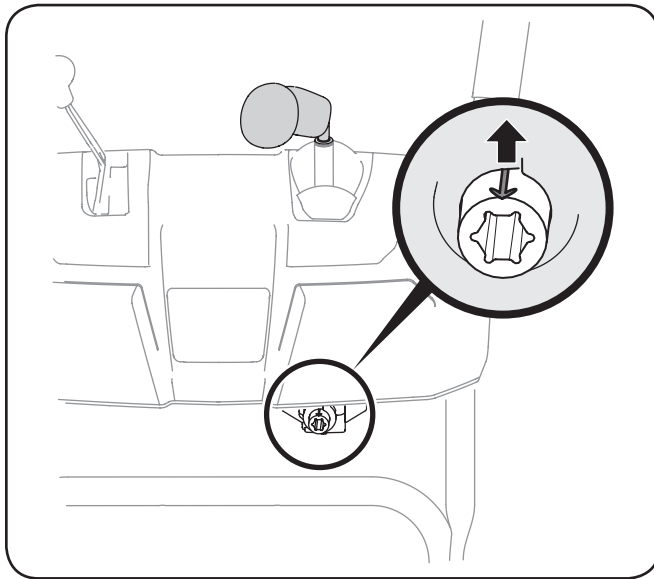

Figura 3-14
5. Gire la palanca de control hasta que la flecha indicadora plateada en el engranaje del piñón por debajo del panel de control señale hacia arriba. Vea la Figura 3-14.